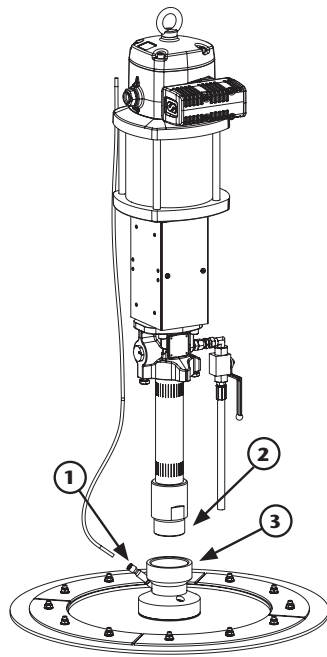
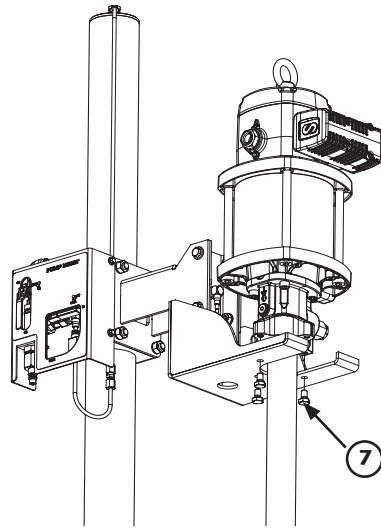
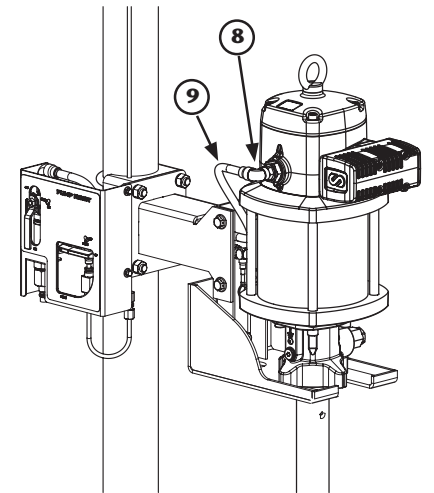

Fig. 3
Fig. 5
Fig. 6
1. Si la bomba incluye el plato seguidor (754208) (fig. 3): Aplique cinta de teflón en la rosca de admisión de fluido en la bomba (2) y atorníllela a dicho plato (3).
2. Fije la bomba al soporte bomba mediante los tres tornillos (7) (fig. 5). Atornille el racor (8) a la alimentación de la bomba y conéctelo al tubo de 12 mm (9) (fig. 6). Para los modelos con el plato seguidor, conecte también el tubo de 6 mm a la válvula antiretorno (1) (fig. 3).